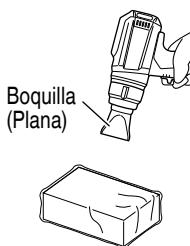

Fig. 15
**3. Envoltura de calor (Fig. 15)**